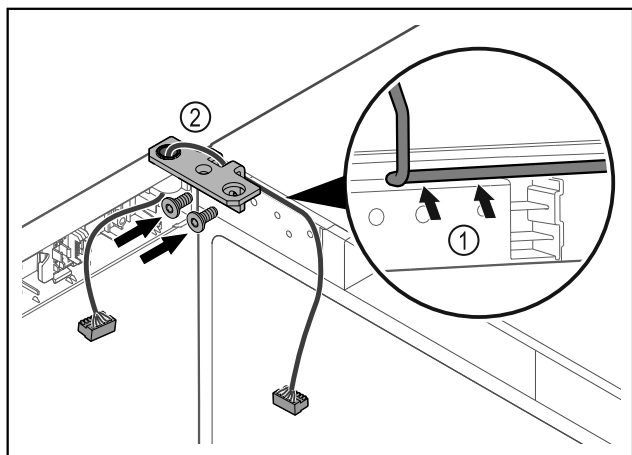

Fig. 45
- ▶ Dirijați cablul prin degajarea colțarului balamalei și dispuneți-l cu precauție Fig. 45 (1).
- ▶ Înșurubați Fig. 45 (2) colțarul balamalei.